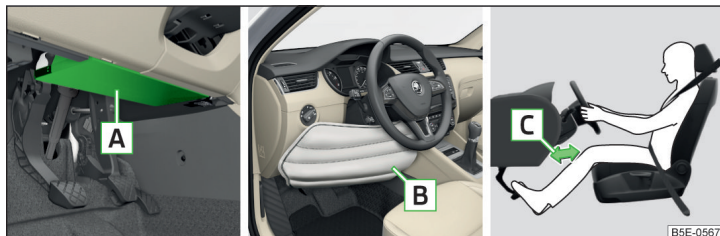

Fig. 9 Locul de amplasare a airbagului / airbag umplut cu gaz / distanța sigură a picioarelor față de planșa de bord
Airbagul pentru genunchi al șoferului **A** este montat în partea inferioară a planșei de bord, sub coloana de direcție » fig. 9.
- Reglați longitudinal scaunul șoferului în așa fel, încât distanța de la picioare **C** la planșa de bord să fie de minim 10 cm în zona airbagului pentru genunchi » fig. 9. Dacă, din rațiuni de mărime corporală, nu este posibil să se îndeplinească această condiție, adresați-vă unei unități service specializate.